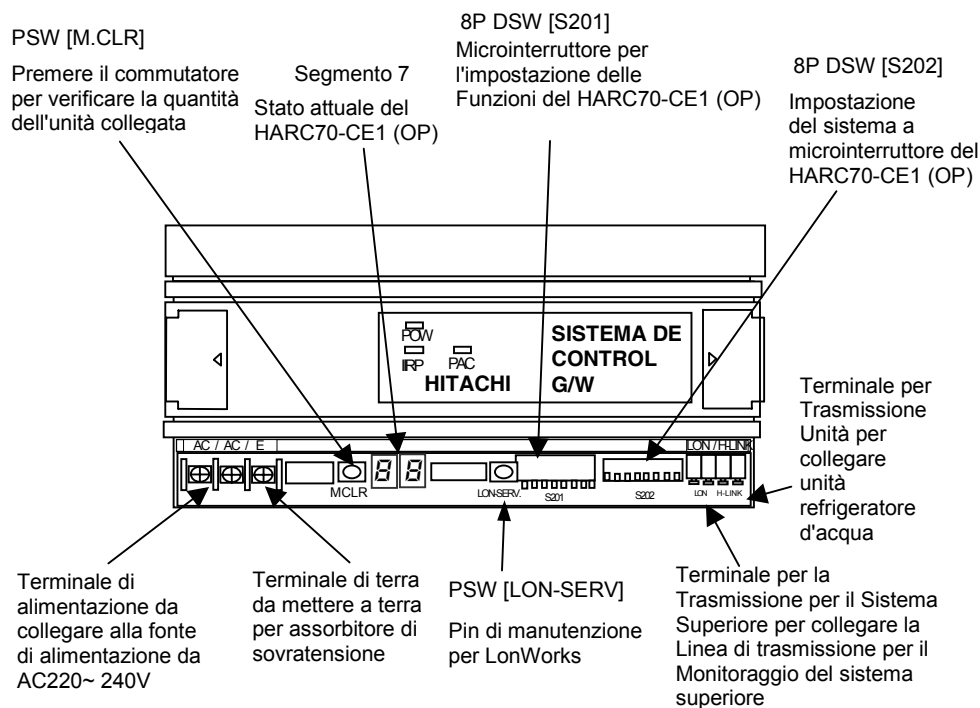

Fig. 1.4. Nome dei Terminali e Porzione Impostazione microinterruttori
I nomi e le funzioni vengono indicati nella Fig. 1.4. Questo indica la figura senza il coperchio di HARC70-CE1 (OP). Leggere la "Sezione 4" per il Metodo di collegamento di ogni Terminale e per l'Impostazione dei microinterruttori.